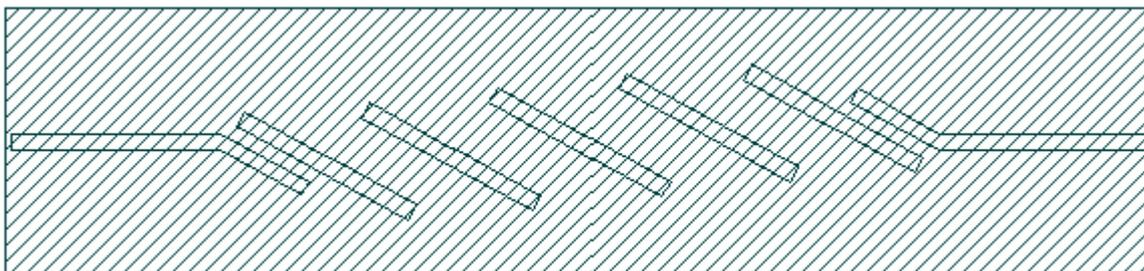

Рис. 4.39
8. Нажмите **OK** в окне **Substrate Information**, затем нажмите **OK** в окне транслятора. На рабочем поле появится окно с топологией электромагнитной структуры (рис. 4.39).
Примечание. На рис. 4.39 видно, что заштрихованы не только проводники, но и вся подложка. Дело в том, что все элементы, описанные в DXF файле, воспринимаются или как металлические проводники, или как межслойные переходы. В файле F10-3.dxf содержится не только